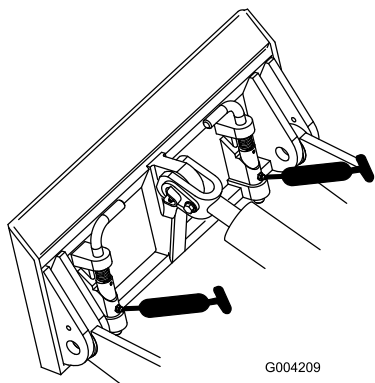

Рисунок 20
4. Присоедините к каждой масленке шприц для нагнетания консистентной смазки (Рисунок 19 и Рисунок 20).